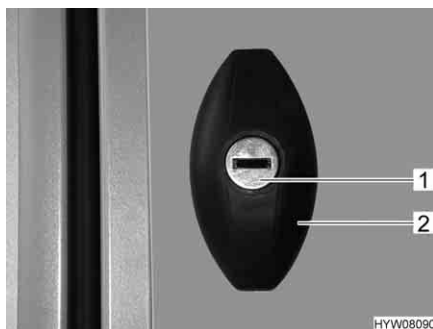

Fig. 33 Serratura dello sportello, ellittico, chiuso
- Inserire la chiave nel cilindro della serratura (Fig. 33,1) e ruotare in senso antiorario di un mezzo giro. La maniglia della serratura (Fig. 33,2) scatta all'infuori.